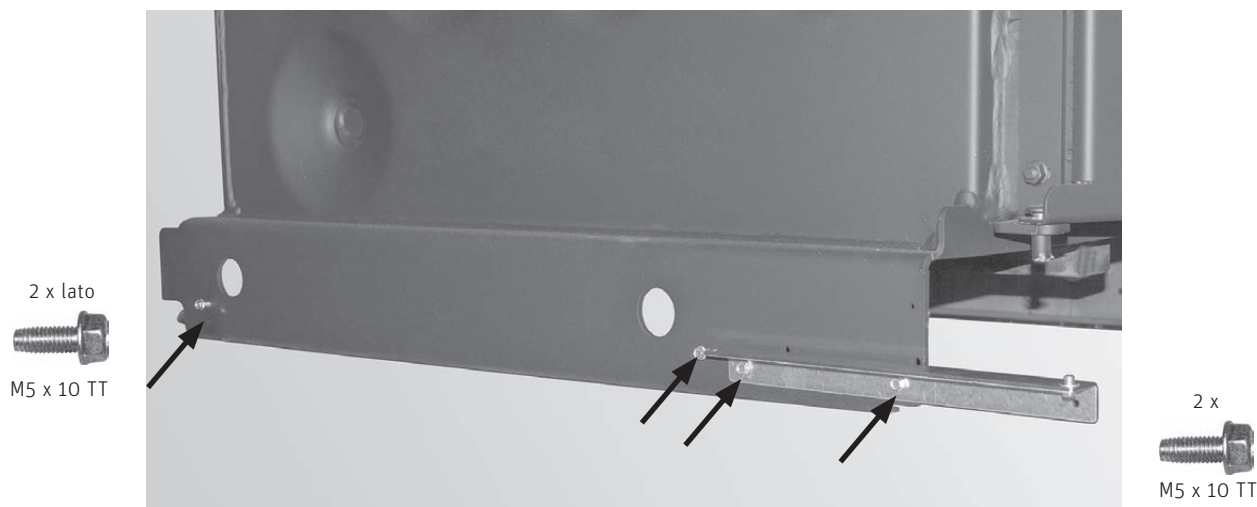

Fig. 36 Avvitare 2 viti fino a metà sia a destra sia a sinistra nel basamento, montare il cardine per la porta di contenimento
- ▶ **Avvitare solo fino a metà** (Fig. 36) 2 viti autofilettanti TT M5 x 10 sia sinistra sia a destra in basso nel basamento e montare i cardini inferiori per il fissaggio delle porte di contenimento a sinistra o a destra, a seconda dello sportello incernierato desiderato, con 2 viti autofilettanti TT M5 x 10 – Fig. 36.